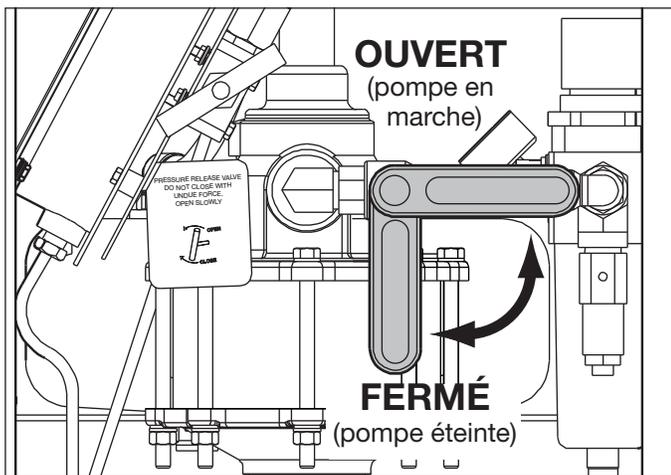

Figure 5, Vanne d'isolement d'air
**IMPORTANT:** Les pompes neuves DOIVENT être amorcées AVANT le démarrage initial. Suivre la procédure d'amorçage telle qu'elle est décrite dans les étapes suivantes. Se référer aux figures 5 à 8.
Faire fonctionner la pompe comme décrit dans les sections 5.1 à 5.4. Se référer aux figures 5 à 8.